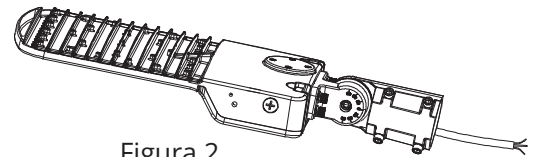

Figura 2
- 3** Fije la mitad del soporte de deslizamiento del paso 2 al artefacto con los elementos suministrados y pase el cable a través de la otra mitad del soporte de deslizamiento. (Figura 2)
- 4** Atornille conjuntamente el soporte de deslizamiento y ajuste el ángulo según sea necesario. (Figura 2)